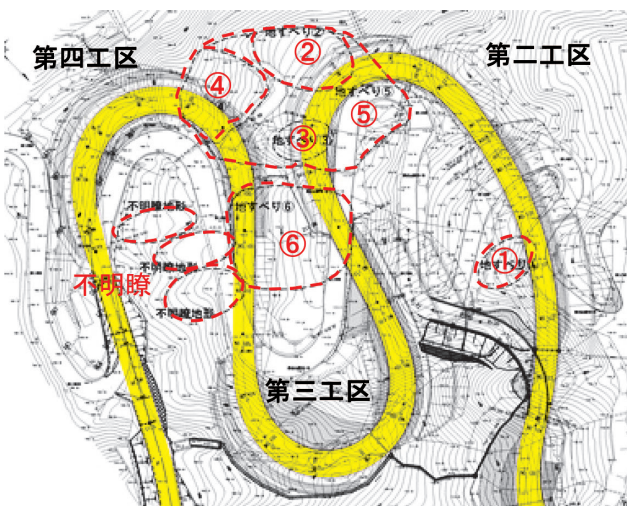

図6 旧地すべり地形ブロックの位置
第一工区の工事に並行して、第二工区以降の区間でも旧地すべりブロックの調査を行い、多くの旧地すべりブロックの存在を確認しました。(図6の①～⑥)